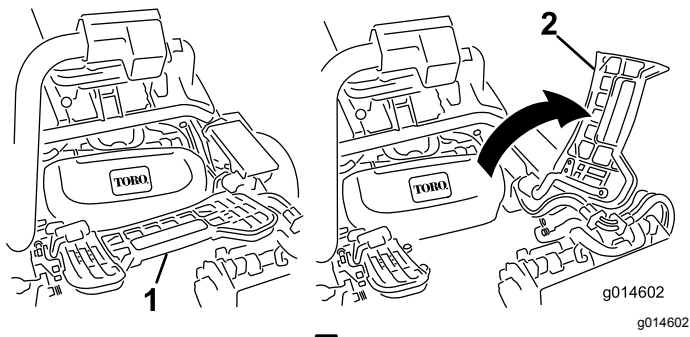

图45
1. 提起搁脚板并翻开以便接触到中间滚刀组位置**图45**。